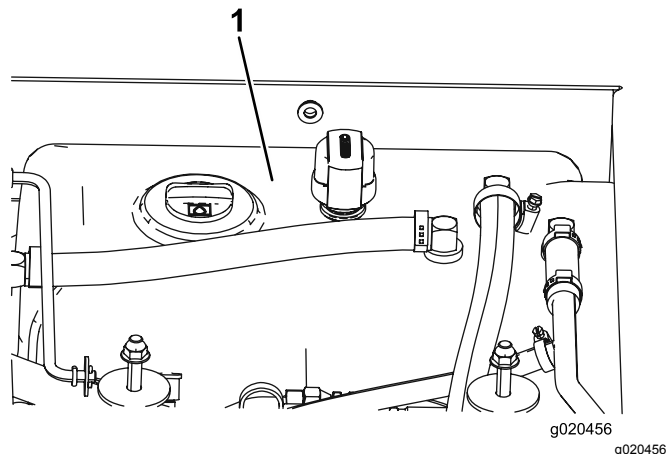

Figura 104
- Llene el depósito (Figura 104) con fluido hidráulico; consulte Comprobación del fluido hidráulico \(página 76\).